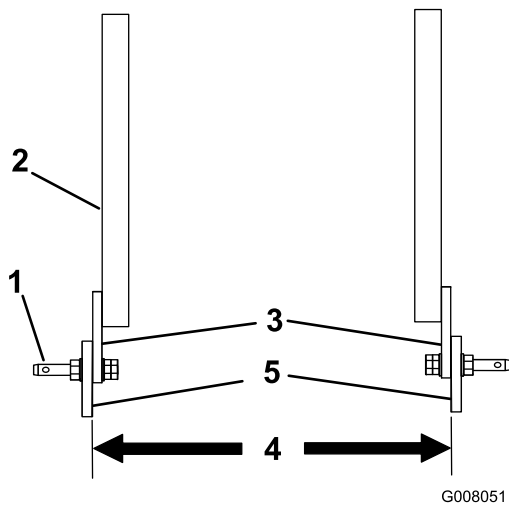

Figure 3
- Si la distance entre les pattes de montage inférieures de l'aérateur est comprise entre 66,7 et 71,4 cm (ProCore 864), positionnez les axes d'articulation dans les bras de support avec les pattes de montage à l'extérieur, comme illustré à la Figure 3..